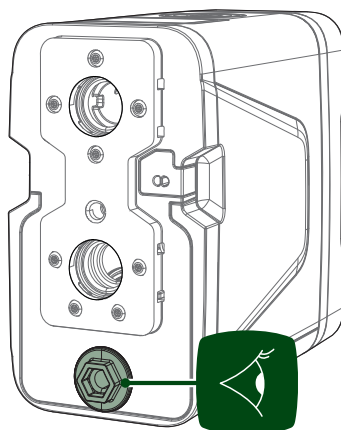

Fig. 14 Tapón de vaciado
7. Proceda a vaciar completamente la bomba desenroscando y quitando con cuidado el tapón de drenaje (véase la Fig. 14 Tapón de vaciado) y deje que salga el agua del interior. Si, durante la operación, se quita o afloja lo suficiente también el tapón de llenado (VNR), consulte la Fig. 10 Acción de llenado – Posición correcta del tapón VNR, resulta más fácil vaciar la bomba y drenar también todo el conducto de impulsión;